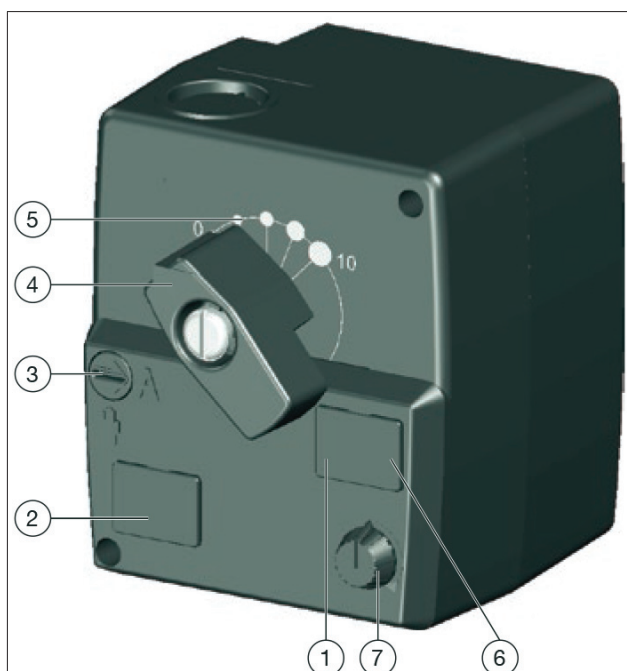

Рис. 2: Элементы управления
1. Переключите устройство в ручной режим спомощью переключателя (поз. 3, рис. 2 на стр. 8).
2. Выберите желаемое положение с помощью поворотной рукоятки (поз. 2, рис. 2 на стр. 8).